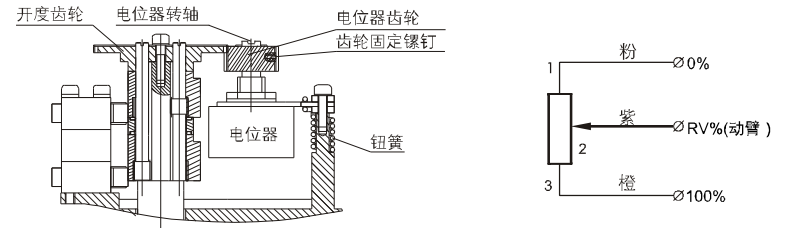

图7
3、电位器的调整 (图7) 适用于C、D型
- ①用手柄驱动执行机构向中间位置运行使指针正指向50%刻度线。
- ②使电位器齿轮和开度齿轮啮合好 (齿轮固定螺钉朝向朝外, 易于锁紧)。
- ③如图7, 用万用表测量电位器始端和终端阻值 (电位器1、3脚间阻值), 记下阻值R。(如无特别要求, 电位器出厂默认为1KΩ±3%)
- ④将万用表两表笔分别接在电位器动臂 (电位器2脚) 和另外任意一端上, 用平口起子缓缓转动电位器转轴, 观察万用表读数, 当阻值为R/2±2Ω时, 停止调整电位器转轴, 并锁紧齿轮固定螺钉。